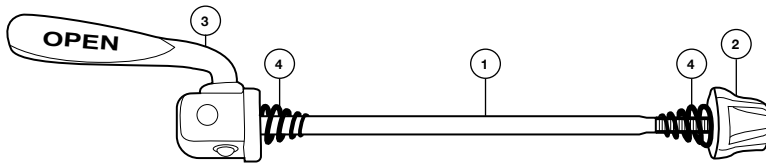

Abb. 14. Laufradachse mit Schnellspanner. ① Achse ② Kontermutter ③ Hebel ④ konische Feder
2. Achten Sie darauf, dass sich auf jeder Seite der Nabe eine konische Feder befindet und dass der kleinere Durchmesser der Feder nach innen zur Laufradmitte zeigt, siehe *Abb. 14*.